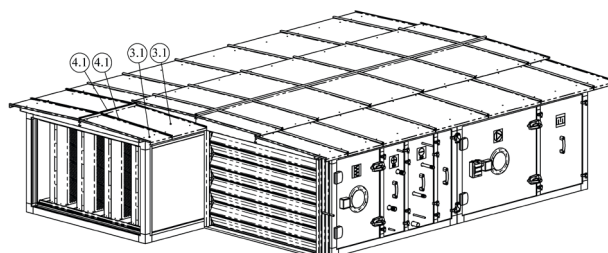

Abb. 7.7
8. Standarddachsegmente werden gemäß Kapitel 5, Absätze 4, 5 und 6 am Eckdach montiert, wie in Abbildung 7.7 gezeigt